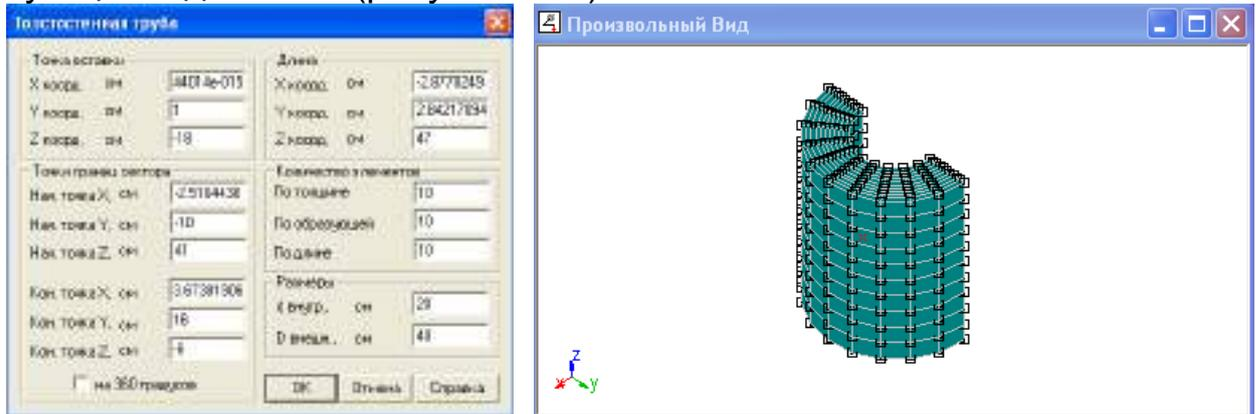

Рисунок 6.26
**Задание 7.1** Создайте толстостенную трубу: внутренний диаметр 20 мм, внешний – 40 мм; количество элементов по толщине, образующей и длине 10 (рисунок 6.26)